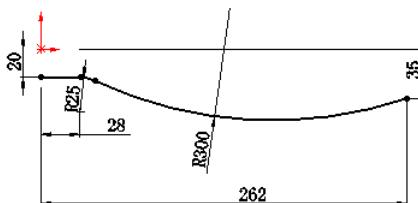

图 6.15.2 草图 1
Step2. 创建如图 6.15.2 所示的草图 1。选择下拉菜单 **插入(I) → 草图绘制** 命令，选取前视基准面作为草图基准面，绘制图 6.15.2 所示的草图 1；选择下拉菜单 **插入(I) →**